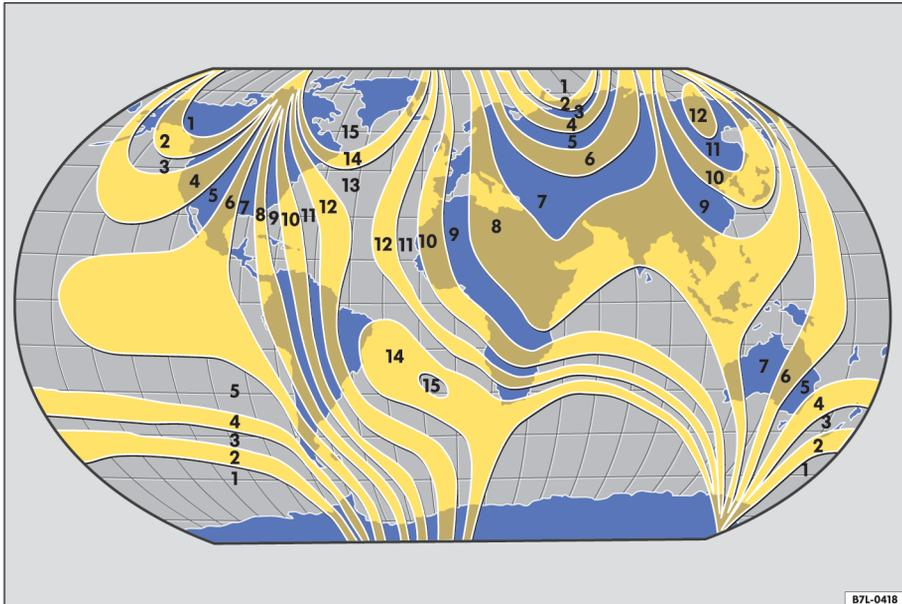

Fig. 11 Zonas de la brújula.
- Seleccione la zona de la brújula que corresponda a su ubicación actual ⇒ fig. 11.